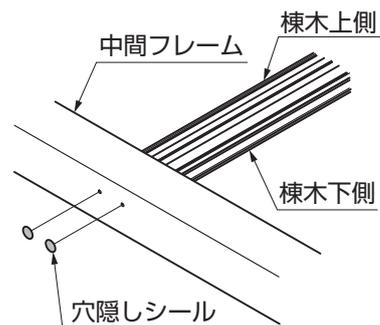

図7-4
- 棟木を取付けない場合は中間フレームに穴隠しシールを貼付けてください。(図7-4参照)